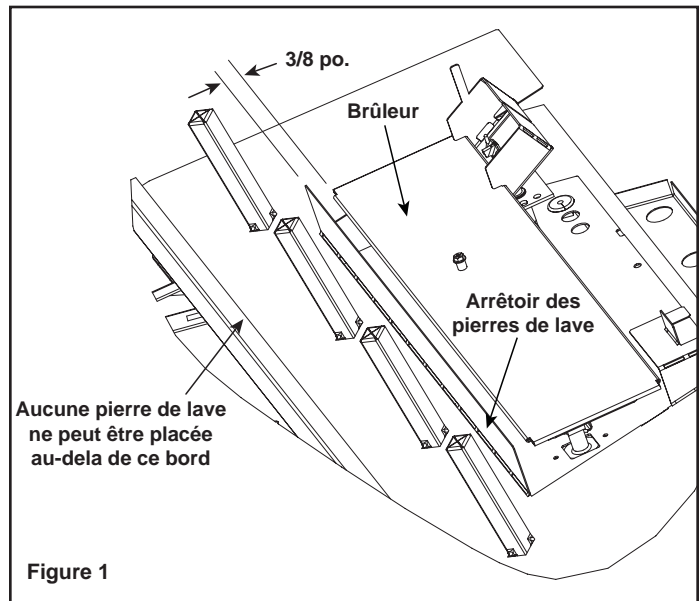

Figure 1
Note: La figure 1 illustre l'espace recommandé entre le brûleur et l'arrêteoir des pierres de lave.
Étape 6 : Placez les pierres de lave comme illustré ci-dessus. Faites attention de ne placer aucune pierre au-delà de la ligne (voir figure 1.).